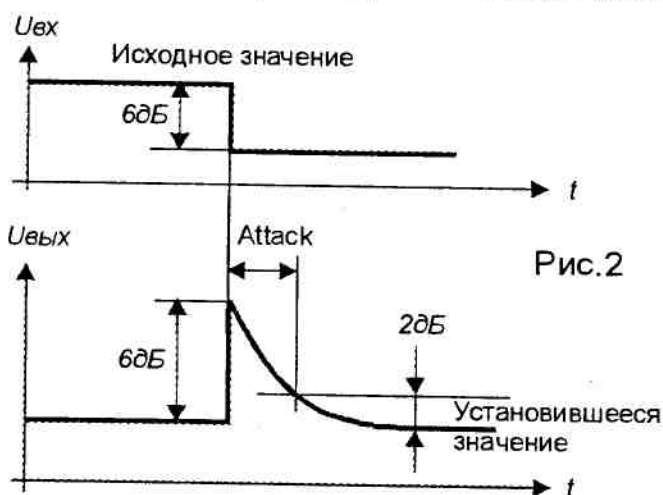

Рис.2
*Время срабатывания (Attack)* – это промежуток времени между моментом, когда от источника подается скачок сигнала с уровнем на 6 дБ выше исходного, и моментом, когда выходной уровень достигает значения на 2 дБ выше установившегося значения выходного сигнала, рис.2.